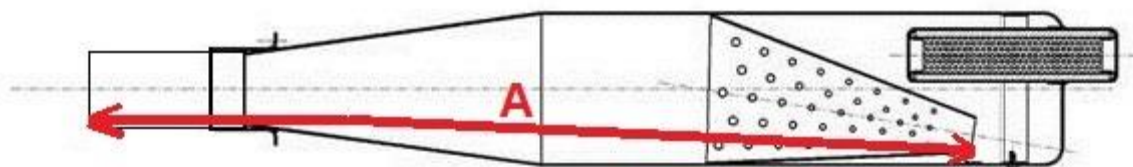

Figura 2. $A = 645 \pm 3\text{mm}$.
14.6 El largo del conjunto escape, alargue identificado como cota A en la figura 2 será de 645+/-3mm. La medida se tomará con el escape armado desde la punta del cono difusor interior hasta el final del alargue, como lo muestra la figura 2.